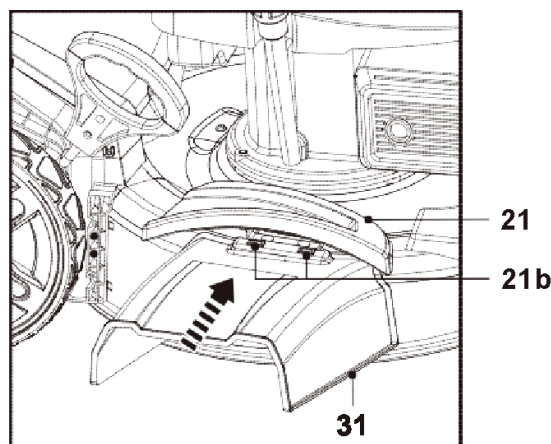

Рис. 19
4. Установите пазы (31a) направляющей бокового выброса (31) на крючки (21b) (см. рис. 19). Направляющая бокового выброса травы готова к использованию.